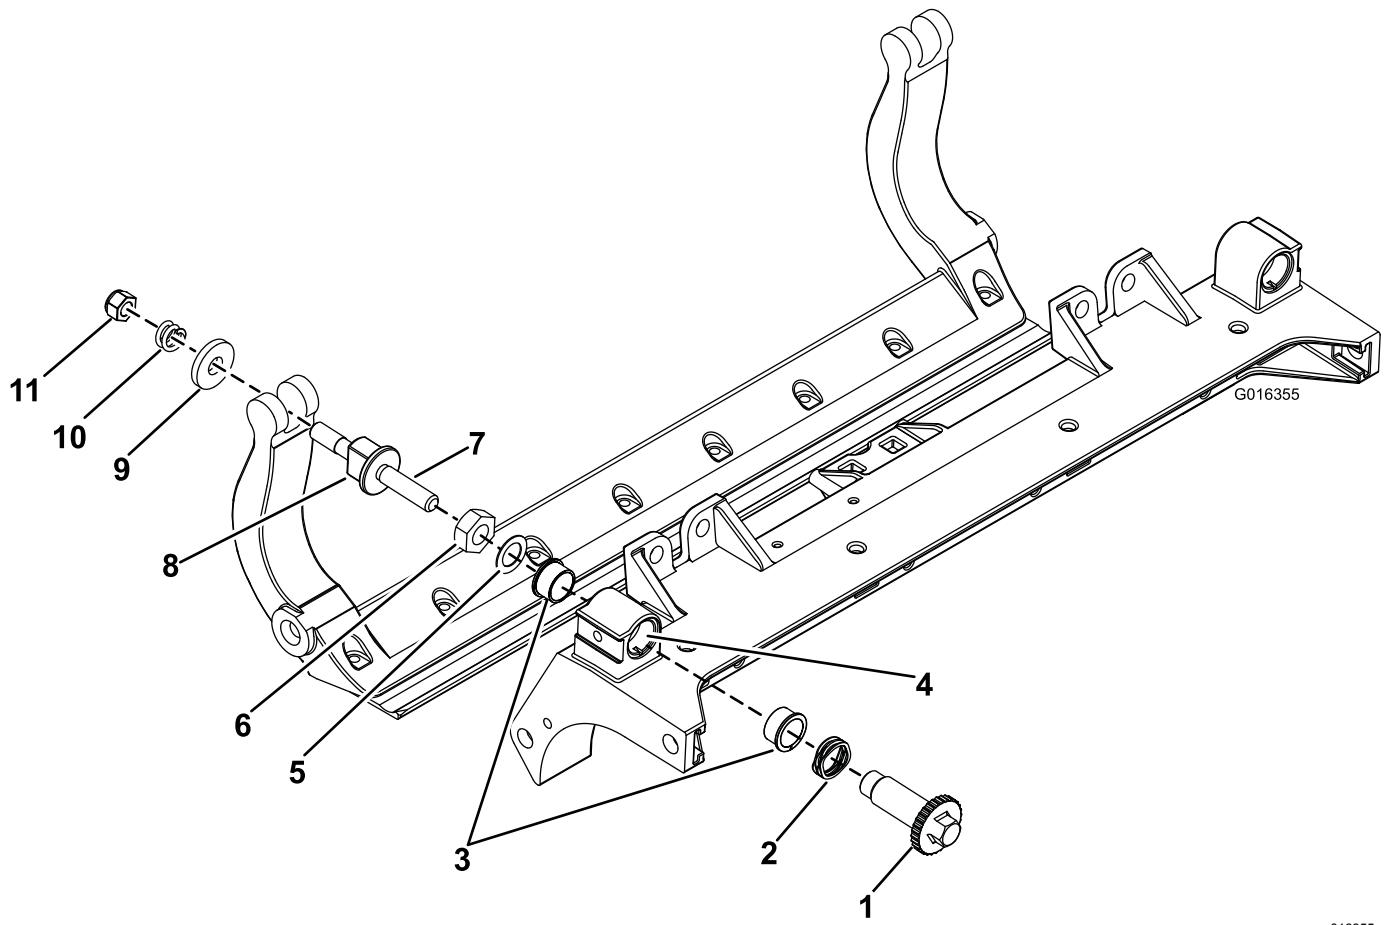

Figura 35
1. Retire todas as peças; consulte as *Instruções de instalação* do Kit DPA HD Modelo 120-7230 e Figura 35.
2. Aplique composto antigripagem no interior da área dos casquilhos na estrutura unidade de corte central (Figura 35).
3. Alinhe as chaves nos casquilhos das flanges com as ranhuras na estrutura e instale os casquilhos (Figura 35).
4. Instale uma anilha ondulada no veio do ajustador e deslize o veio para os casquilhos da flange na estrutura da unidade de corte (Figura 35).
5. Prenda o veio ajustador com uma anilha plana e uma porca de bloqueio (Figura 35). Aperte a porca de bloqueio com uma força de 20 a 27 N m.
- B. Coloque uma arruela de aço no exterior de cada uma das arruelas de nylon (Figura 35).